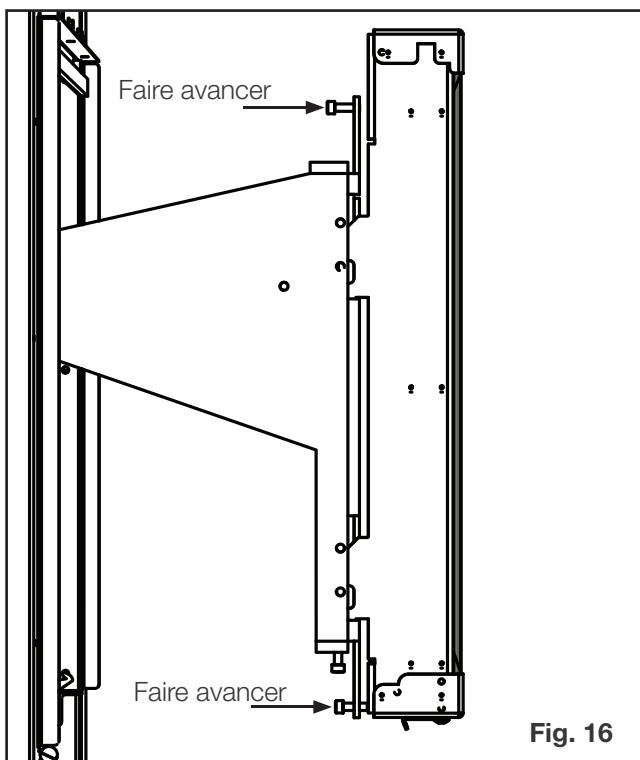

Fig. 16
12. Vérifiez si le plan du GGA-1 est droit. Ajustez-le au moyen des vis de réglage horizontal si nécessaire (**Fig. 16**).